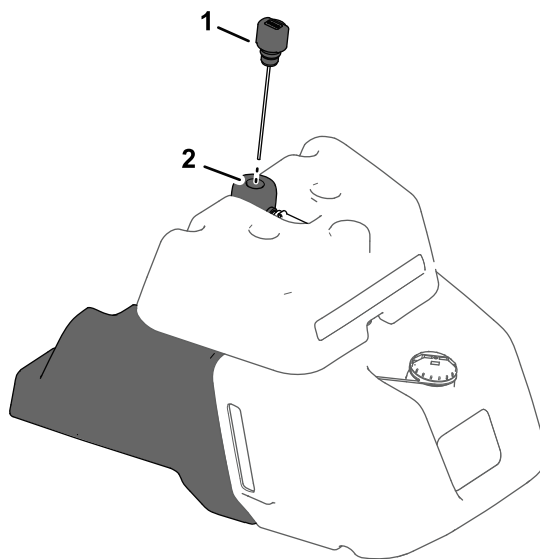

Figura 35
- Se o depósito da sua máquina estiver equipado com indicador de combustível na parte lateral, localize a vareta na parte superior do depósito detetor de fugas (Figura 35) e passe para o passo 5.